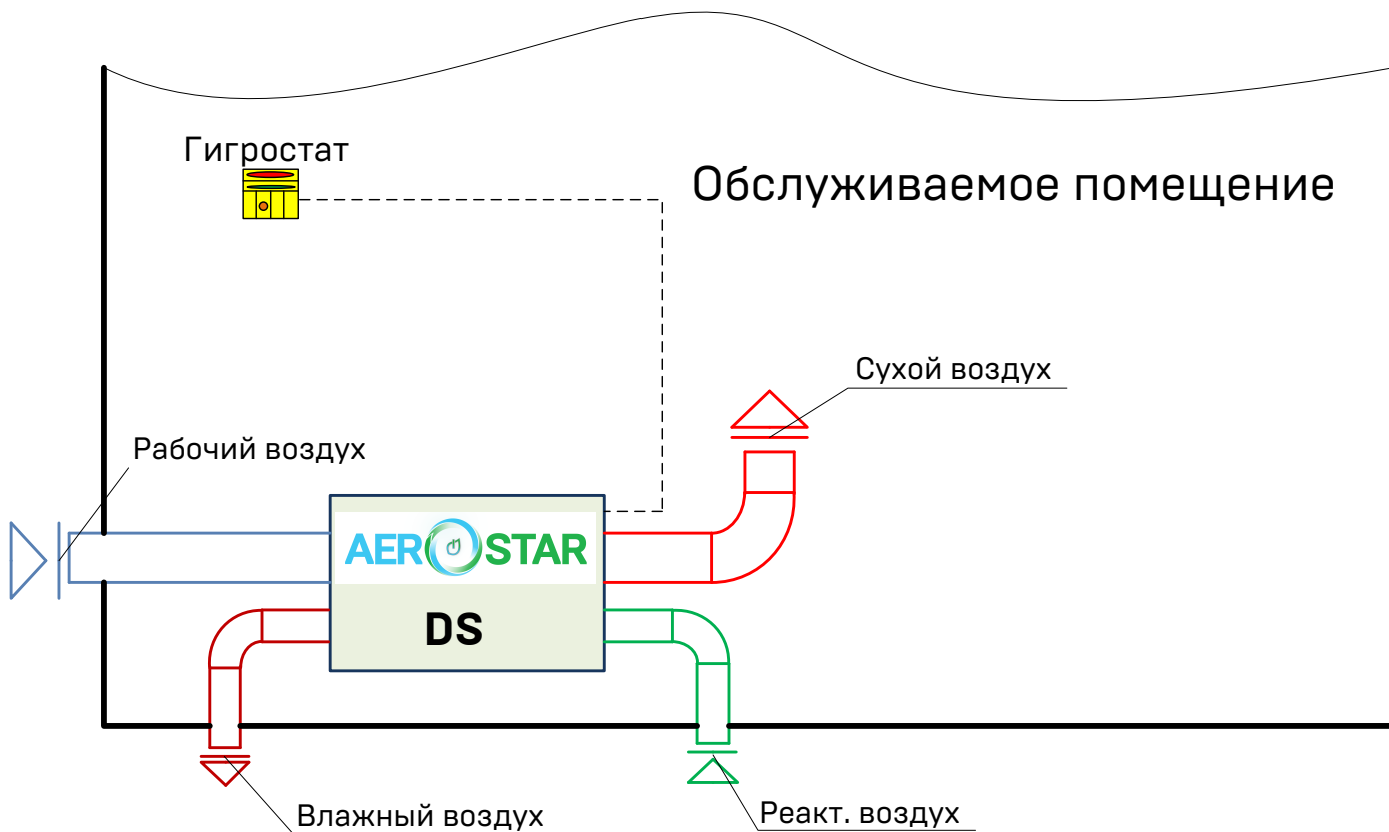

Рисунок 4.3 – Работа осушителя по «открытой» схеме (внутреннее исполнение)
- ✓ работа осушителя по «открытой» схеме (внутреннее исполнение) – см. рисунок 4.3;
На рисунке 4.4 – наружная установка осушителя при работе в режиме подачи свежего воздуха. Отличается от третьего варианта (см. рисунок 4.3) только местом установки осушителя.